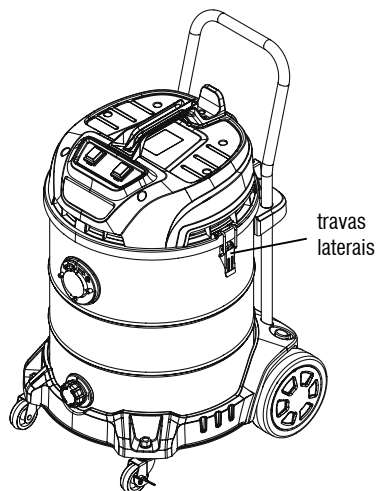

Fig. 13 – Abertura das travas laterais
1. Abra as travas laterais (Fig. 13).